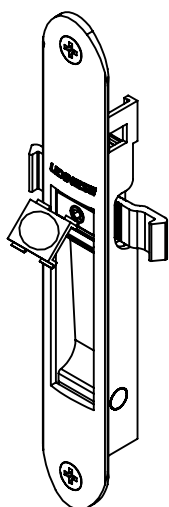

FIG. 1
1. ENCAIXAR A PARTE SUPERIOR DO INDICADOR NO INTERNO DO FECHO CONCHA. CONFORME ILUSTRAÇÃO DA FIG.1: